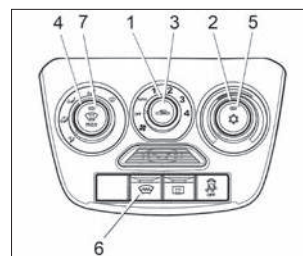

Рис. 39. Блок управления климатической системой (в варианном исполнении)
В варианном исполнении (см. рис. 39) климатическая установка имеет дополнительный режим кондиционирования, обеспечивающий охлаждение воздуха, подаваемого в салон автомобиля. При этом логика и алгоритмы управления, описанные выше для системы вентиляции и отопления, верны и для климатической установки с кондиционером.
2. Включите вентилятор, установив **рукоятку 1** (см. рис. 39) в одно из положений «1», «2», «3» или «4».
Для установки желаемой температуры воздуха в салоне поверните **рукоятку 2** (см. рис. 39) по часовой стрелке для повышения, против часовой стрелки для понижения. Температура будет поддерживаться автоматически в пределах производительности климатической установки и установленного допуска.
2. Поверните **рукоятку 2** (см. рис. 39 против часовой стрелки в левое положение до упора (синяя точка на блоке управления)).
4. **Рукояткой 1** (см. рис. 39) включите максимальную скорость вентилятора климатической установки (положение «4»).
С помощью **рукоятки 2** (см. рис. 39) можно установить желаемую температуру воздуха в салоне. Климатическая система будет автоматически поддерживать установленную температуру воздуха в салоне в пределах производительности климатической установки и установленного допуска.
Для очистки ветрового и передних боковых стекол от запотевания, обмерзания или наружного обледенения в автоматическом режиме установите **рукоятку 1** управления вентилятором климатической системы в положение «**AUTO**», нажмите **кнопку 7** (см. рис. 39) с символом . Климатическая система автоматически:
Для включения/выключения ЭОВС нажмите **кнопку 6** (см. рис. 39), при включении загорается индикатор на кнопке выключателя. Контрольный световой индикатор, расположенный на кнопке выключателя, будет светиться желтым светом в течение всего времени работы системы электро-